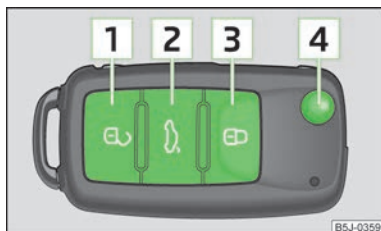

Fig. 14
- Pulsar la tecla **1** » fig. 14.
- Pulsar la tecla **3** » fig. 14.
- Pulsar la tecla **3** » fig. 14 dos veces en 2 segundos. Para más información » página 22.
- Pulsar la tecla **2** » fig. 14. Para más información » página 25.
- Pulsar la tecla **4** » fig. 14.
- Pulsar la tecla **4** » fig. 14 y plegar el paletón de la llave.